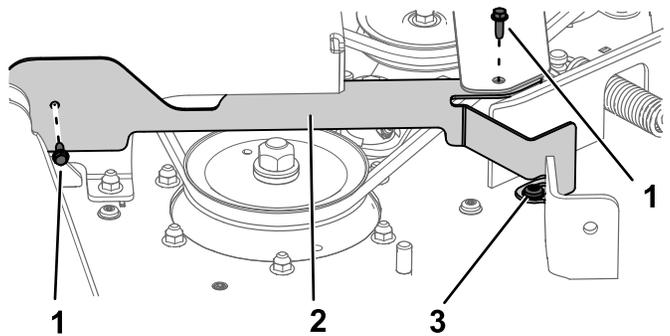

Figura 32
2. Rimuovete i bulloni flangiati ( $\frac{1}{4}'' \times \frac{3}{4}''$ ) e allentate il bullone di spallamento sul lato destro della macchina (Figura 32). Rimuovete la protezione.